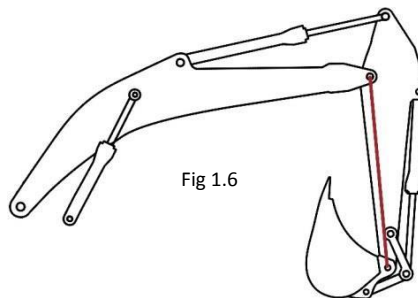

Fig 1.6
1. Ramener le balancier au maximum **Voir fig 1.6**